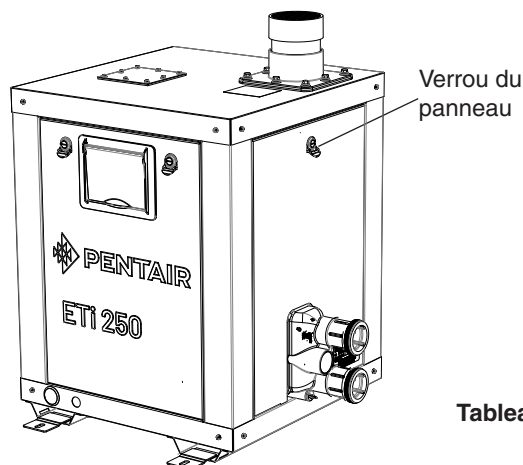

Figure 34.
- Brancher la PRISE BLEUE (120 V c.a.) dans la prise à 12 broches située sur le panneau électrique, consulter la Figure 34).
2. Retirer le panneau latéral. Déverrouiller le verrou du panneau, consulter la Figure 34 à la page 43.